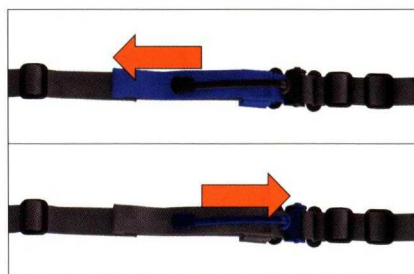

Abb. 32: Schnellverschluss
8. Zum Verkürzen des Trageriemens vorderen Riemen für Schnellverschluss Richtung vorderen Karabinerhaken ziehen (Abb. 32).
9. Zum Verlängern des Trageriemens hinteren Riemen für Schnellverschluss Richtung hinteren Karabinerhaken ziehen (Abb. 32).